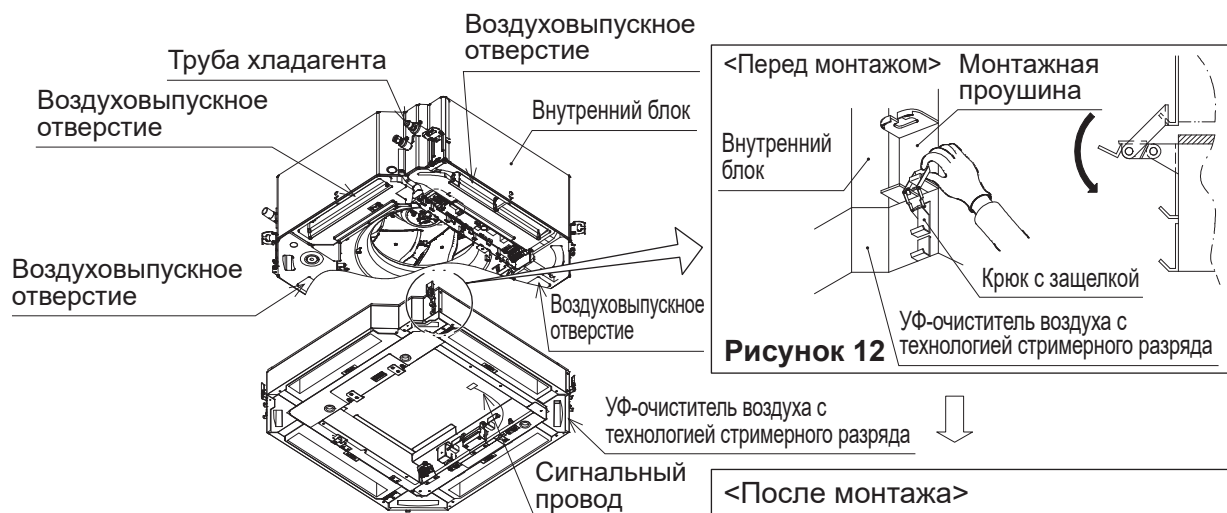

Рисунок 10
4. Установите УФ-очиститель воздуха с технологией стримерного разряда на внутреннем блоке, закрепив с помощью крюков с защелками (в 4 местах). (См. **рисунок 10.**)
- (1) Снимите ленту с крюков с защелками (в 4-х местах). (См. **рисунок 10.**)